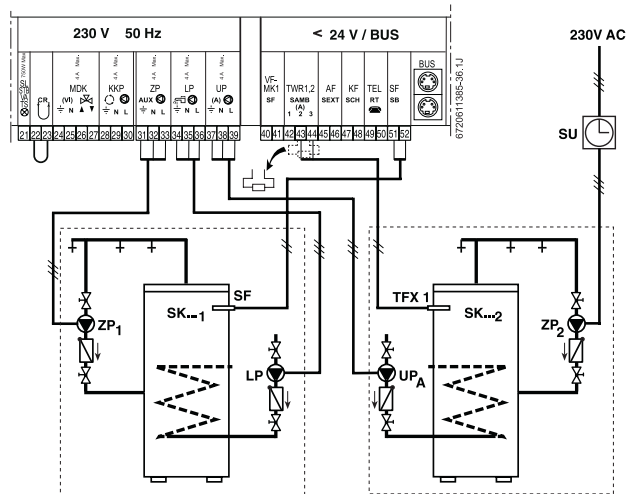

Рис. 54. Подключение двух баков горячей воды ТАС-М
- ▶ Датчик температуры TFX 1 (принадлежность) монтировать в подачу контура воздушного отопления и насос контура воздушного отопления подключить к контуру отопления А. Подключения аналогичны второму баку горячей воды (см. рис. 54).